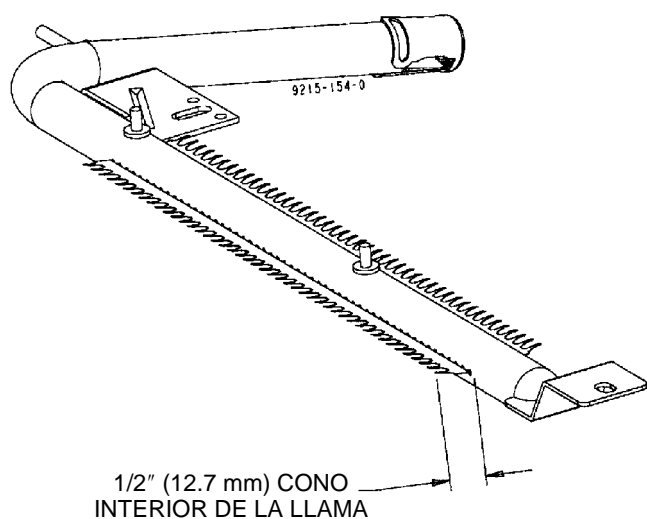

FIGURA 5
a. El largo aproximado de la llama del quemador del horno debe ser de 1/2 (12.7 mm) pulgada, con el interior azulado y bien definida, figura 5.